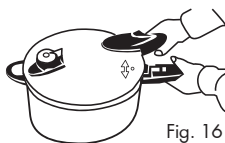

Fig. 16
3. Aliniați semnul "●" de pe capac cu semnul "▲" de pe mânerul oalei (piesa 13) și deschideți capacul (Fig. 16).